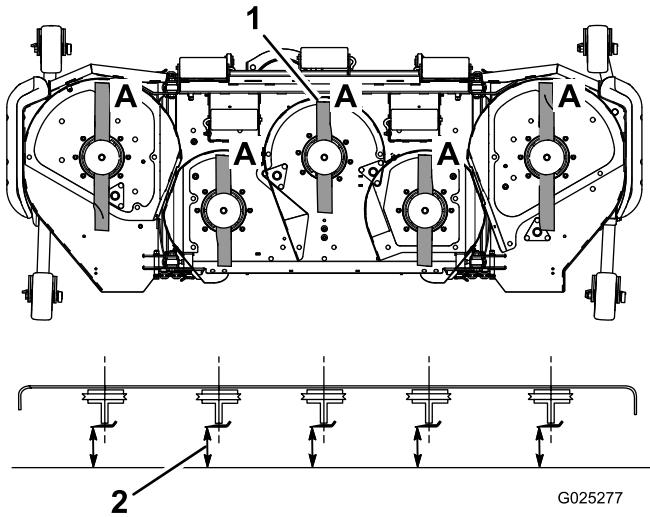

Bild 22
3. Drehen Sie die Schnittmesser, bis die Enden nach vorne und hinten gerichtet sind (Bild 22). Messen Sie von einer ebenen Fläche bis zu den Schnittkante (Position A) der Messer (Bild 22). Notieren Sie diesen Wert.